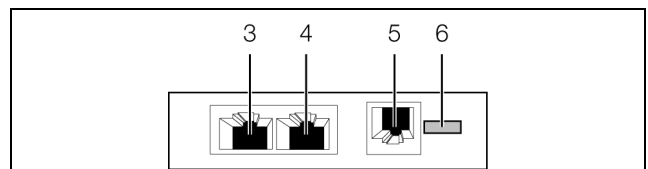

Abb. 7: Rückseite des CAN-Bus Access
- Verbinden Sie den CAN-Bus Access über ein CAN-Bus-Verbindungskabel mit einer CAN-Bus-Schnittstelle der CMC III Processing Unit bzw. der benachbarten Komponente im CAN-Bus (Abb. 7, Pos. 3).
- Schließen Sie ggf. an der zweiten, freien CAN-Bus-Schnittstelle des CAN-Bus Access (Abb. 7, Pos. 4) eine weitere Komponente an (z. B. einen anderen Sensortyp).